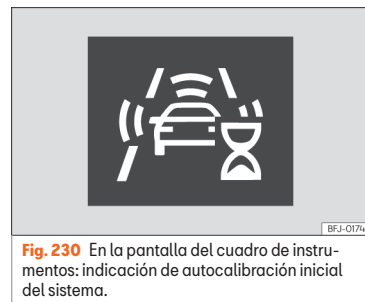

Fig. 230 En la pantalla del cuadro de instrumentos: indicación de autocalibración inicial del sistema.
- Durante los primeros instantes de conducción tras conectar el encendido, a causa de la autocalibración inicial del sistema. Durante ese periodo se muestra un icono de estado »» fig. 230.